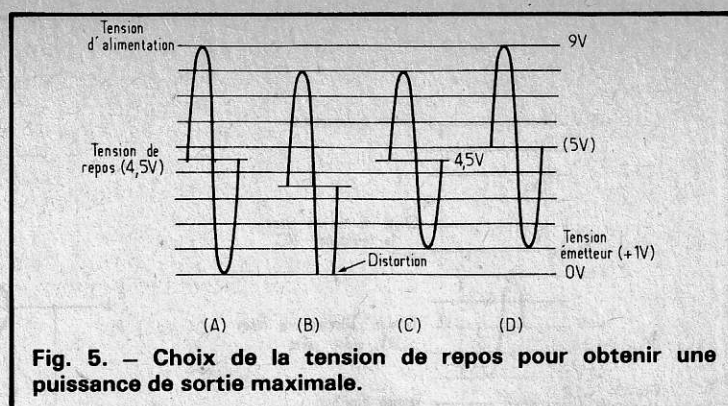

Fig. 5. — Choix de la tension de repos pour obtenir une puissance de sortie maximale.
Occupons nous maintenant de la tension de sortie de notre amplificateur alimenté sous 9 V. La figure 5 nous montre l'amplitude de la tension amplifiée, ainsi que la valeur des tensions continues de repos. La première forme de signal (A) est celle de la tension amplifiée maximale à la sortie d'un étage